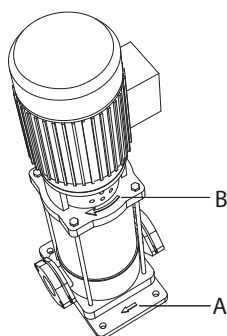

Figure 7: Indicateurs
Vue depuis la partie supérieure du moteur, faites tourner la pompe dans le sens horaire (B) - voir figure 7 Indicateurs.